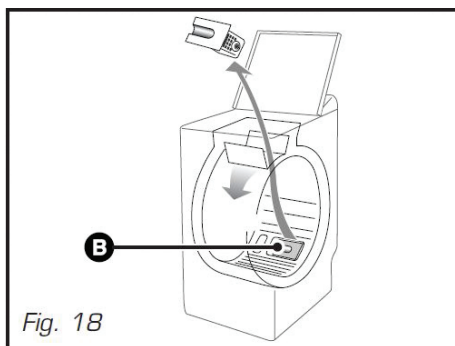

Fig. 18
- Introduisez une tige (un crayon ou un tournevis, par exemple) dans le trou situé sur la pièce (A).
- Tout en appuyant verticalement à l'aide de cette tige, poussez la pièce (A) vers la droite jusqu'à ce qu'elle s'échappe de son logement.
– Retirez la pièce (A).
– Tournez légèrement le tambour, portillons ouverts, vers l'avant de la machine (Fig. 18).
– Retirez-le de son logement (Fig. 18).